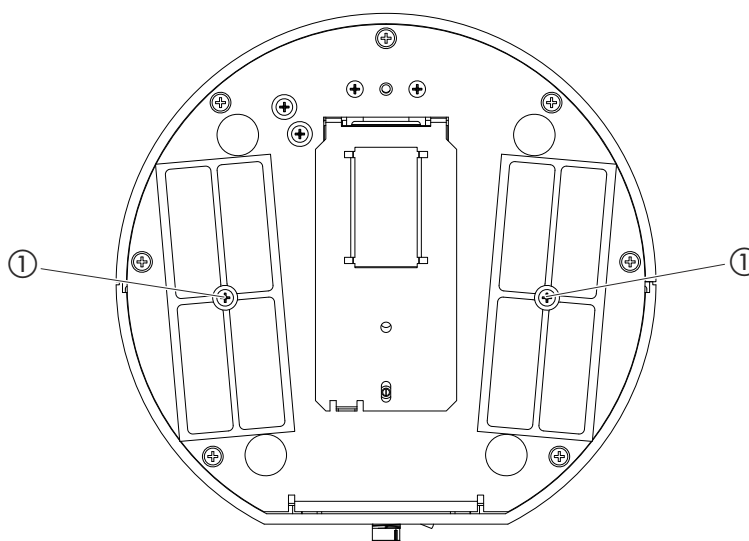

Fig. 15: Vista desde abajo
- 3 Desatornille ambos tornillos del centro de los soportes de los filtros, véase Fig. 15 en la página 61.